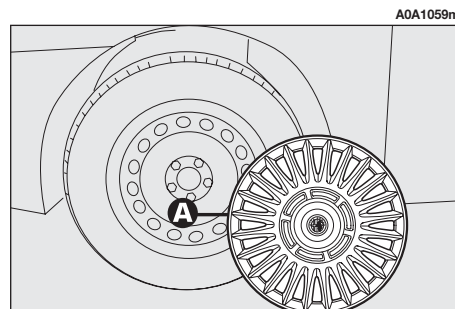

fig. 4
- Rimuovere la coppa ruota (A-fig. 4) (solo versioni con cerchi in acciaio)